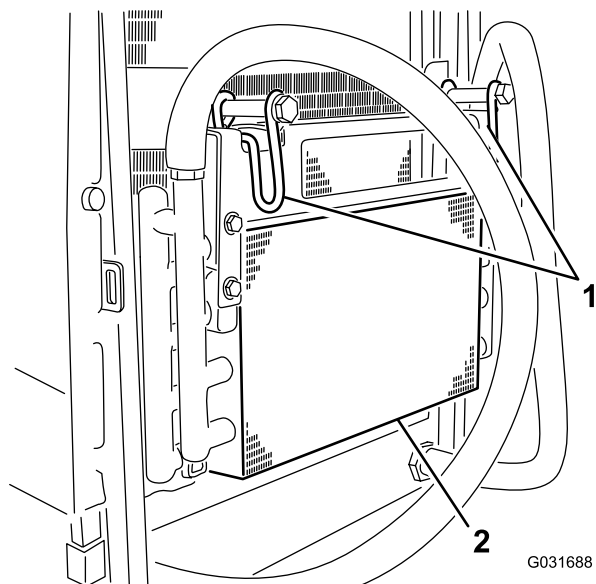

図 49
5. オイルクーラのラッチを内側に倒してオイルクーラを外す 図 49